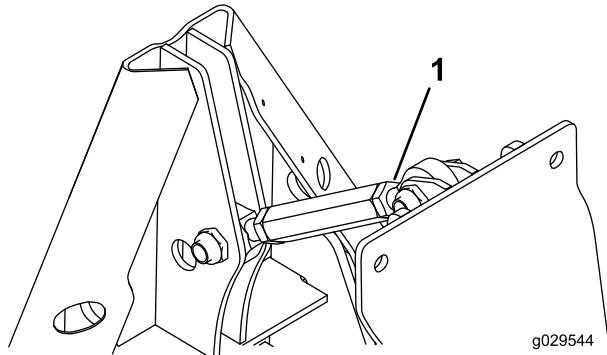

Figura 34
1. Liberte as porcas de aperto no encaixe rosulado (Figura 34).
2. Rode o tubo hexagonal para o ângulo desejado (Figura 34).
3. Aperte a porca para bloquear o ajuste (Figura 34).